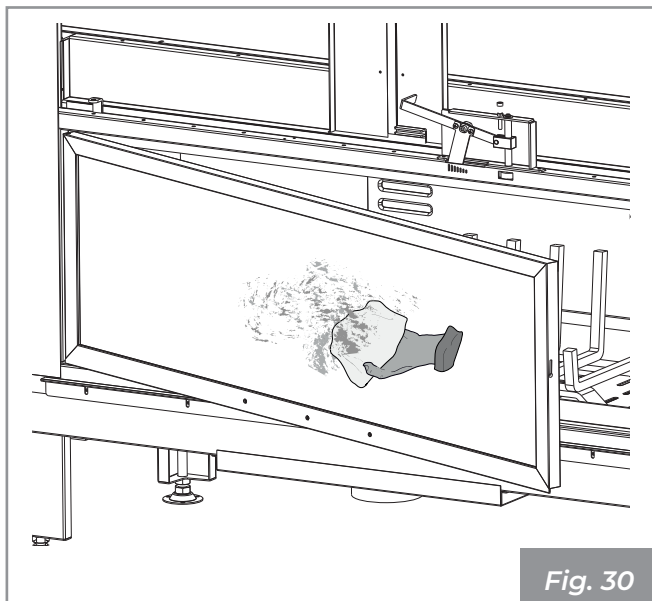

Fig. 30
- 2) Limpiar el vidrio con un paño húmedo o con papel humedecido y pasado en la ceniza (**Fig. 30**).